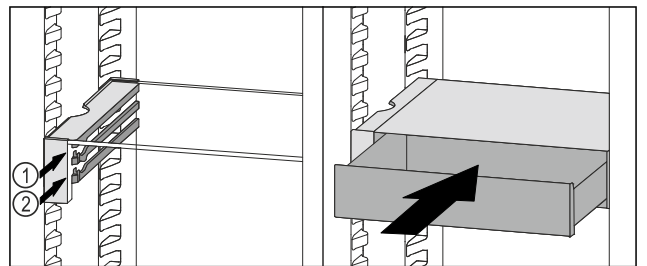

Fig. 126
- ▶ Встановити висувний ящик VarioSafe за стопорами на потрібне ребро Fig. 126 (1) або Fig. 126 (2).